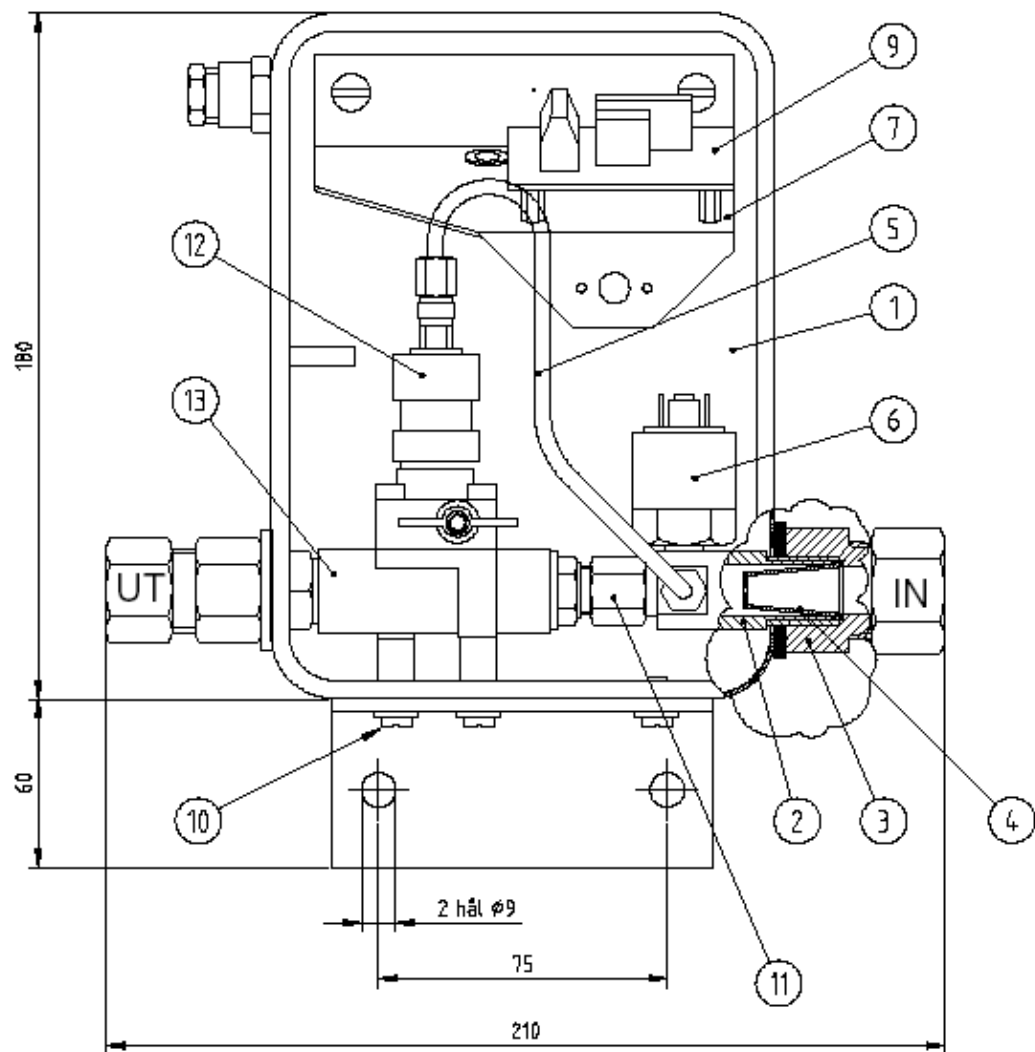

Bild 2: TV2000 uppbyggnad
Ventilenheten består av en stomme (1) som är utförd i pulverlackerad stålplåt och försedd med fästvinkel för väggmontage. Locket är låsbart och är på insidan försett med förbindningsschema. På stommen finns luftinlopp, kontrollinsats och ventil. Se bild 2 och 3.